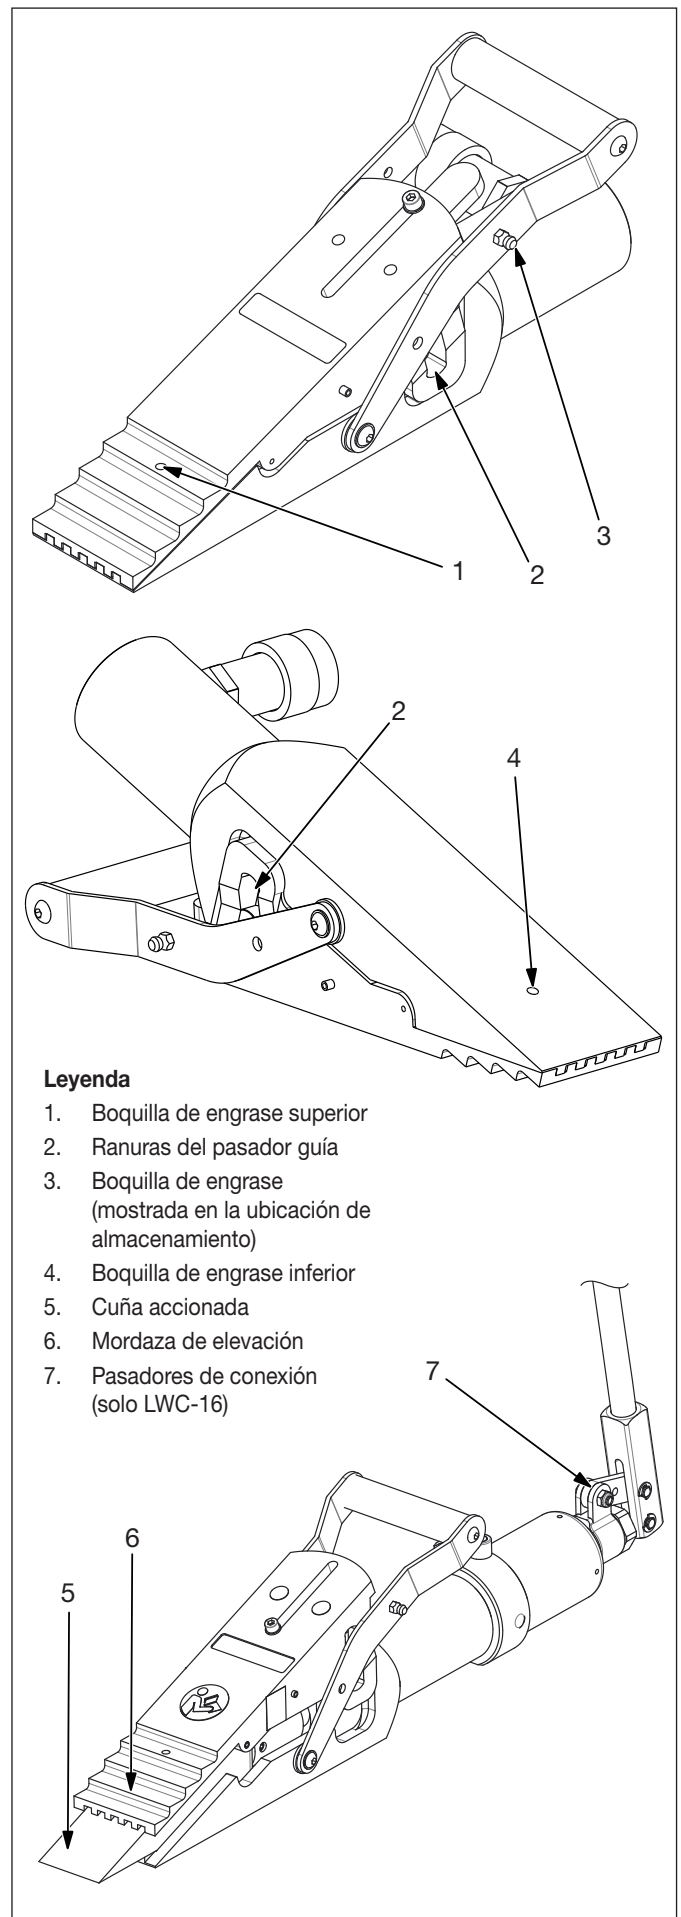

Figura 7, Lubricación, modelos LW-16 y LWC-16
Siga el siguiente procedimiento para lubricar la cuña de elevación. Consulte la Figura 7, piezas 1, 3, 4, 5 y 6.
1. Limpie toda la arenilla o suciedad de las ranuras del pasador guía. Consulte la Figura 7 pieza 2.
Aplique periódicamente grasa en los pasadores de conexión para que permanezcan lubricados. Consulte la Figura 7 pieza 7.